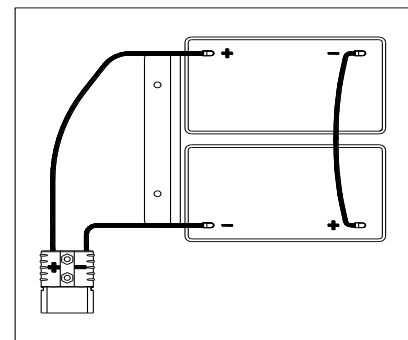

Figura 3
La macchina richiede due batterie da 12V, collegate come nella Figura 3.
- Aprire il coperchio del serbatoio di recupero (4) e verificare che il serbatoio di recupero (3) sia vuoto; altrimenti svuotarlo con il tubo di scarico (15).
- Chiudere il coperchio del serbatoio di recupero (4).
- Installare il cavo della batteria come mostrato in (Figura 3), poi stringere con cura il dado su ciascun terminale della batteria.
- Abbassare con cura il coperchio del serbatoio di raccolta (3).